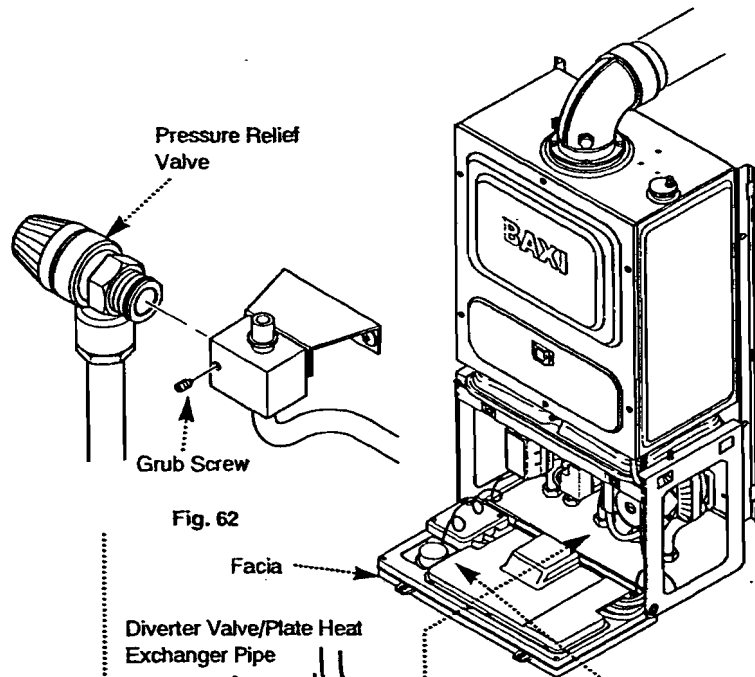

Fig. 62
13.17 Pressure Relief Valve (Fig. 62)